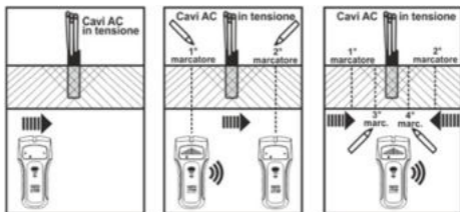

Fig. 4: Scansione di ricerca cavo in tensione AC
4. Impugnare lo strumento nella parte bassa e muoverlo lentamente sulla superficie da sinistra a destra (vedere Fig.4 – parte sinistra)
5. Quando la barra grafica centrale è mostrata a display (vedere Fig. 4 – parte centrale) lo strumento emette un suono continuo. Fermare lo strumento e marcare il bordo iniziale dell'oggetto sulla superficie (1° marcatore)
6. Continuare a muovere lentamente lo strumento verso sinistra finché la barra grafica non è più mostrata e nessun suono è emesso (vedere Fig. 4 – parte centrale)
7. Fermare lo strumento e marcare il 2° marcatore sulla superficie (vedere Fig. 4 – parte centrale)
10. Marcare la superficie con il 3° marcatore e il 4° marcatore (vedere Fig. 4 – parte destra)